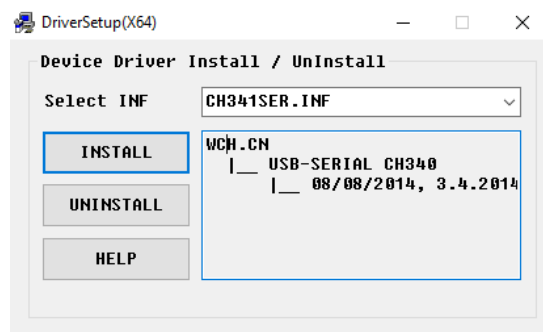

Figura B.1: Instalación de driver.
3. La siguiente ventana será la mostrada en la Figura B.1. Dar clic en el botón *Install* para comenzar la instalación del driver.